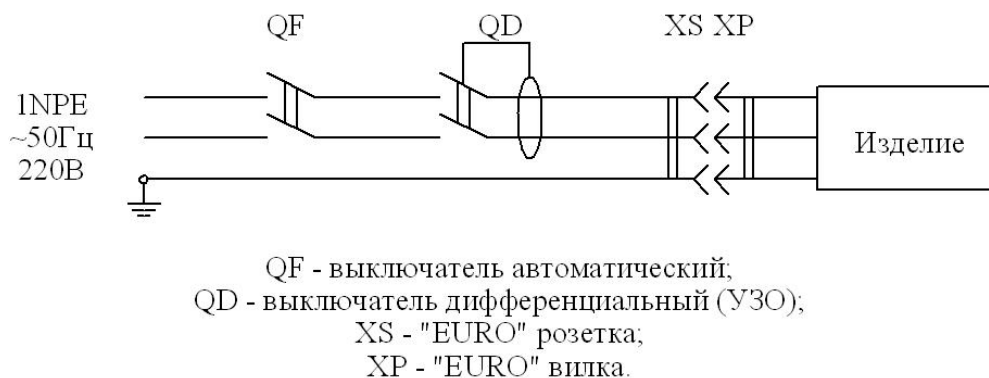

Рис. 1. Схема подключения изделия к электросети.
6. 4. Изделие должно подключаться к питающей электрической линии (рис. 1)